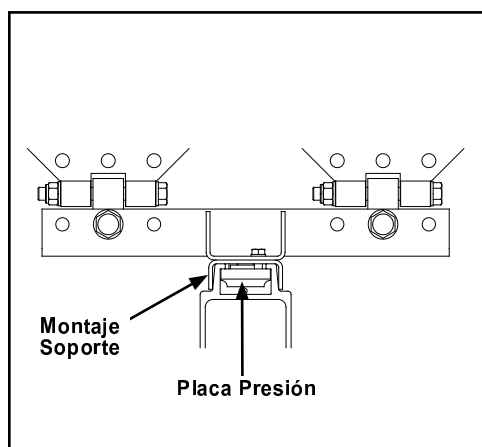
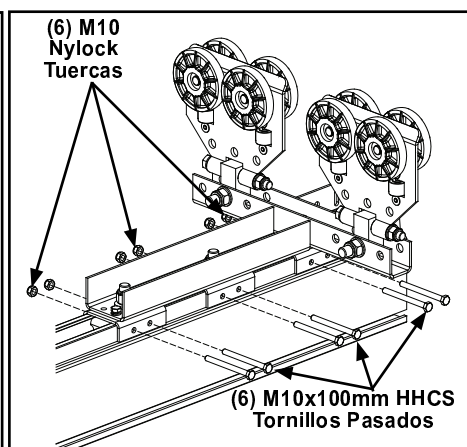

Figura 3-91
Figura 3-92
- Paso 1. Remueva tornillos pasados de tres (3) soportes de montaje, deslice soportes de montaje de riel sobre canal de soportes y las tres (3) placas de presión en el canal de soportes arriba de riel. Vea Figura 3-91 y Figura 3-92